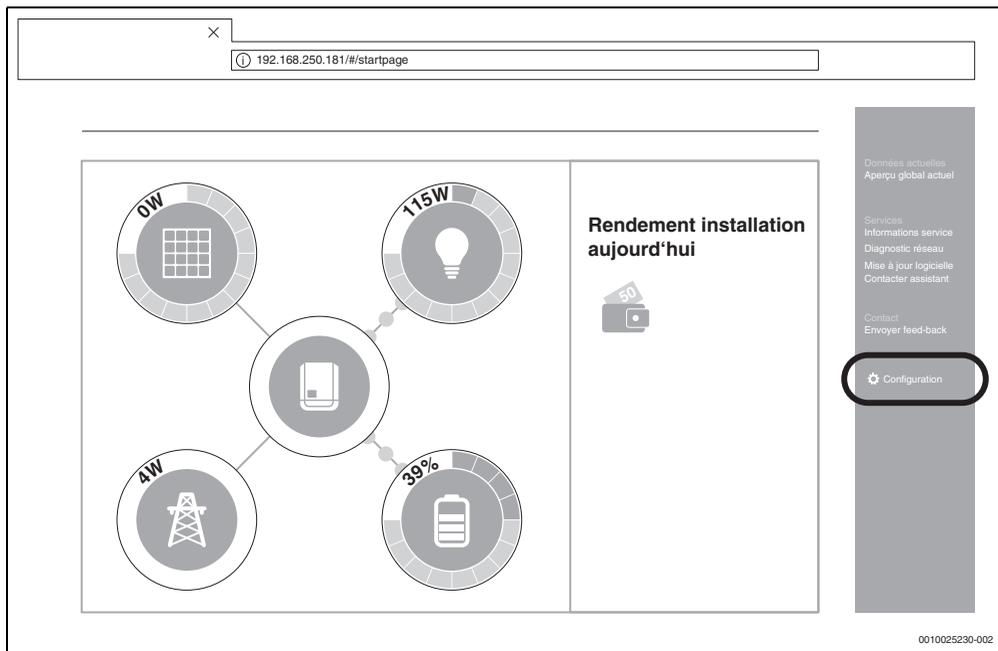

Fig. 13 Gestionnaire de données (pour l'onduleur Fronius Gen24 Plus, l'illustration peut varier dans l'UI web)
Les composants sont bien connectés lorsque l'aperçu du gestionnaire de données Fronius correspond à l'affichage de la figure 13. L'affichage de la batterie (en bas à droite) est facultatif et n'est pas utile selon le système.
8. Cliquer sur **Réglages** dans l'onglet de droite (→ Figure 13).